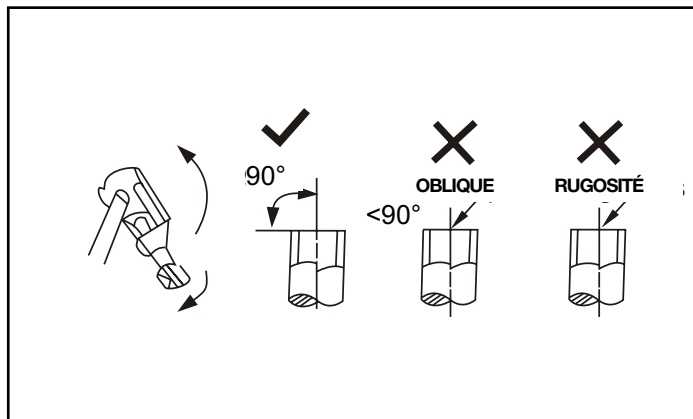

fig.12
- 1c. La coupe des tuyaux doit être effectuée à 90° de l'axe, sans bavure et lisse. (fig. 12)